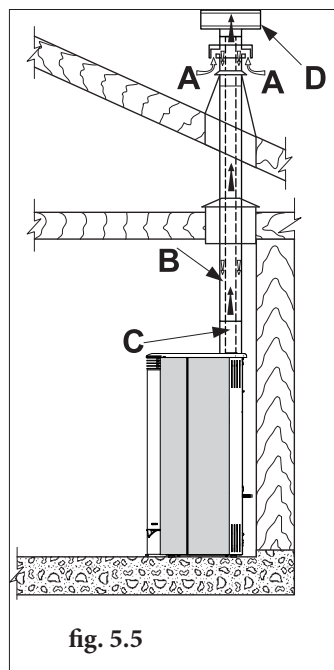

fig. 5.5
- Kanalisierung der Verbrennungsluft durch Nutzung eines coaxialen Auslassrohrs für Abgasabführung und Luftentnahme; daher ist im Raum kein klassischer Lufteinlass erforderlich (Abb. 5.5 A, B = Lufteintritt C, D = Rauchaustritt);